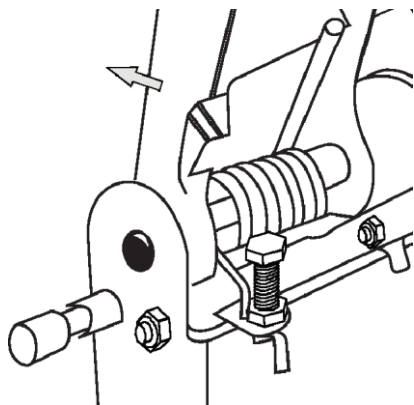

Fig 1
1. Soulevez le bras pivotant vers le haut aussi loin que possible. (Fig. 1)
⚠ AVERTISSEMENT : Réinitialisez la butée de profondeur comme illustré à la Fig. 1. La nouvelle meule sera plus grande et endommagera la surface de travail si la butée de profondeur n'est pas réajustée.